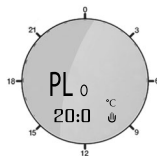

Рисунок 9. Индикация настройки энергосберегающей температуры
Далее для перехода в настройку энергосберегающей (минимальной) температуры необходимо еще раз нажать клавишу меню ☰ (1) – на дисплее появится индикация, соответствующая рис. 9. Для изменения текущего значения используйте клавиши ▲ (10) и ▼ (11).